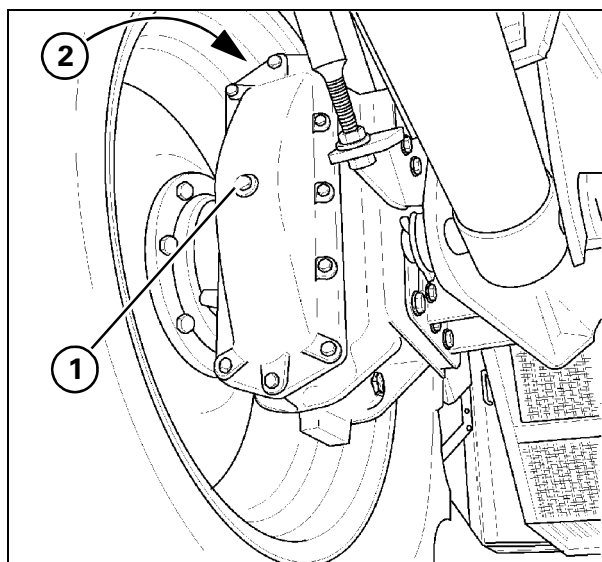

Рис. 40
29. - Картеры конечного привода Рис. 40